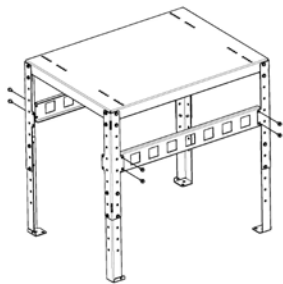

Fig. 41 - Monte los refuerzos
- Fije los 2 travesaños de refuerzo de la estructura (véase **Fig. 41**).